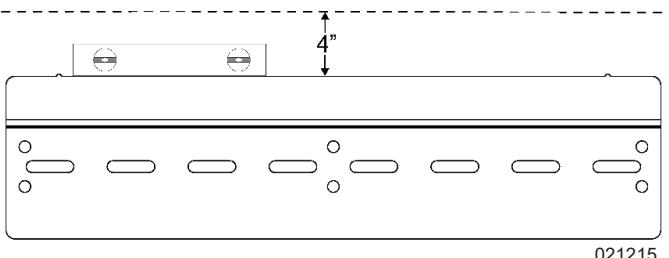

Figura 5-1. Medir desde la línea superior
1. Consulte la Figura 5-1. Mida desde la línea superior 10.16 cm (4 pulg.) hasta la parte superior del soporte de montaje del Smart Combiner y haga una marca como referencia.